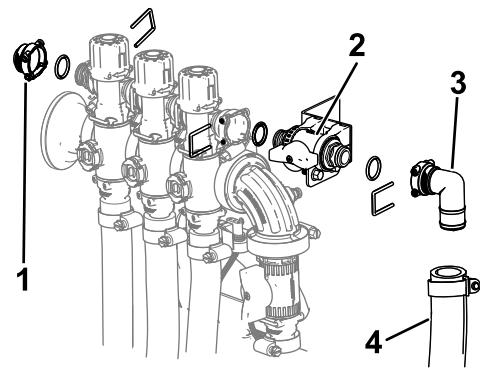

图 20
- 使用之前拆下的 O 形圈和卡环将切断阀固定到喷洒臂阀 图 20。
- 使用之前拆下的卡环将盖帽 $\frac{1}{2}$ 英寸、O 形圈、接头和软管组件安装到切断阀上如图 20 所示。